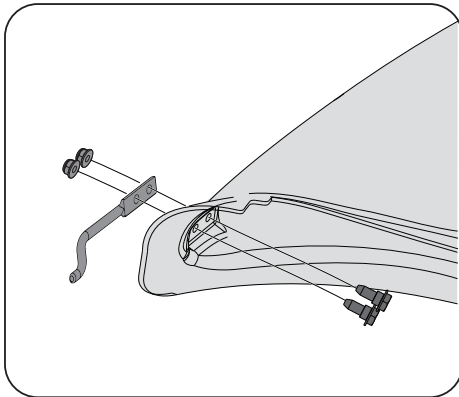

Figura 4-15
- Desde el interior de la bota, coloque los dos tornillos de cabeza hexagonal (738-1225) a través de los orificios en la parte inferior delantera de la bota. Consulte la Figura 4-15.
- Coloque la varilla de montaje (747-06309) en su lugar sobre los tornillos de cabeza hexagonal. Asegúrese de que la punta de la varilla esté hacia afuera desde la bota. Consulte la Figura 4-15.
- Comience a enroscar las tuercas de seguridad de la brida (712-04064) en los tornillos de cabeza hexagonal. Consulte la Figura 4-15.